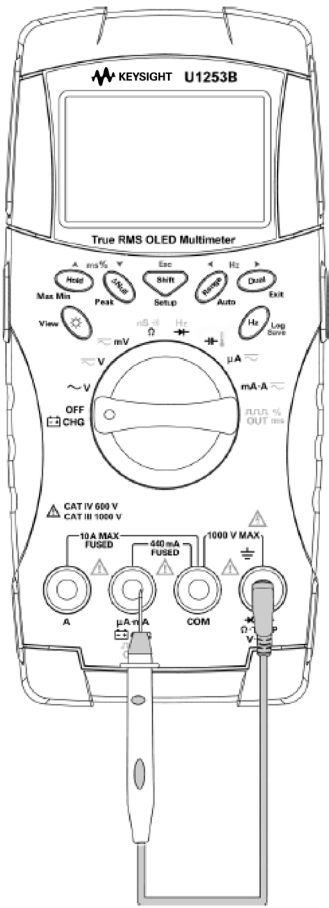

Figura 5-8 Procedimiento de verificación de fusible
- 3** Para probar el fusible 1, coloque la punta de la sonda de prueba en la mitad derecha del terminal de entrada . Asegúrese de que el extremo de la sonda toque el metal dentro del terminal de entrada, como se muestra en la Figura 5-8.